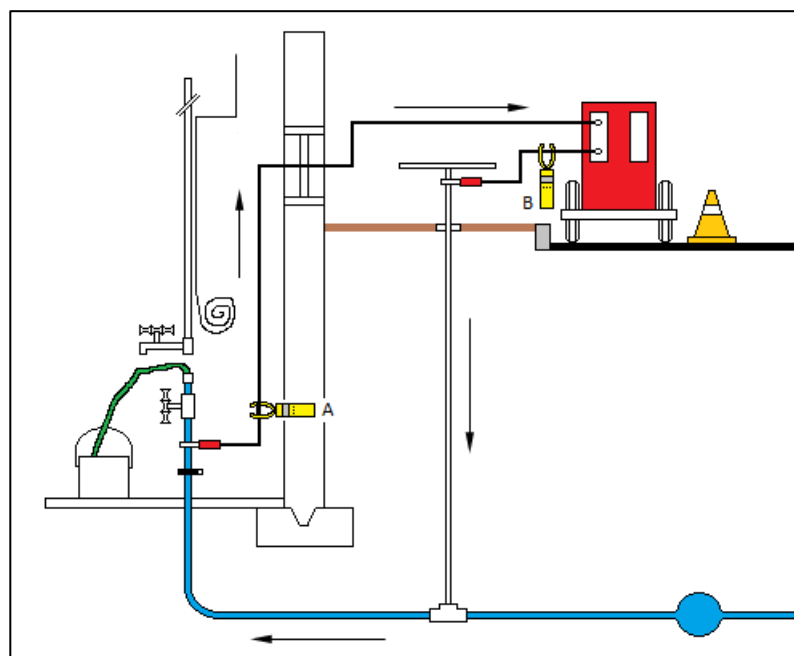

FIGURE 6
9.18 Un électricien effectue une lecture à l'entrée d'eau (lecture A) ainsi qu'au câble provenant de la machine (lecture B). (FIG. 6)